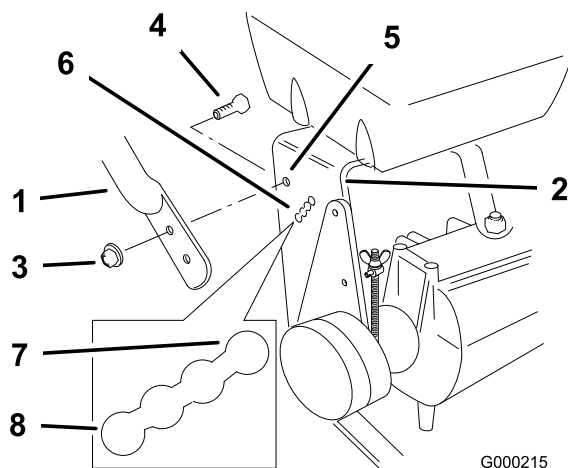

Figura 16
2. Allentate i bulloni flangiati (3/8 x 1 poll.) e il dado flangiato superiori che assicurano la stegola al telaio posteriore (Figura 16).
3. Rimuovete i bulloni flangiati (3/8 x 1 poll.) e i dadi flangiati inferiori che assicurano la stegola al telaio posteriore (Figura 16).